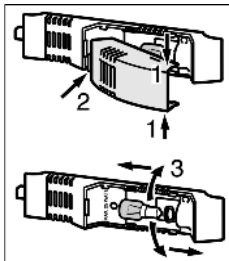

Fig. 13
- Saisir la protection d'ampoule en haut et en bas *Fig. 13 (1)*.
- Déclipser à l'arrière et détacher la protection d'ampoule *Fig. 13 (2)*.
- Remplacer la lampe *Fig. 13 (3)*.